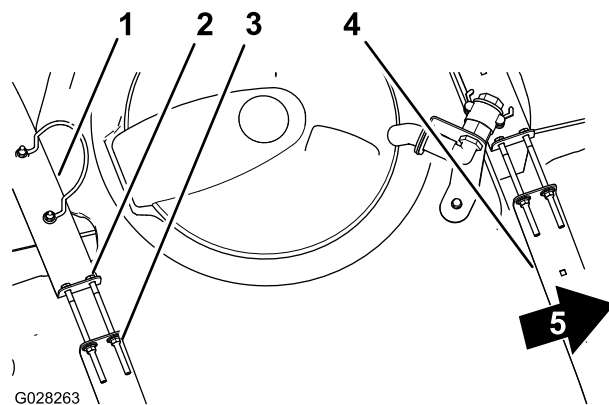

图 25
2. 检查药缸箍带与药缸之间是否有任何活动图 25。
3. 如果药缸箍带与药缸之间有松动应拧紧箍带顶部的凸缘锁紧螺母和螺栓直到箍带与药缸表面齐平图 25。